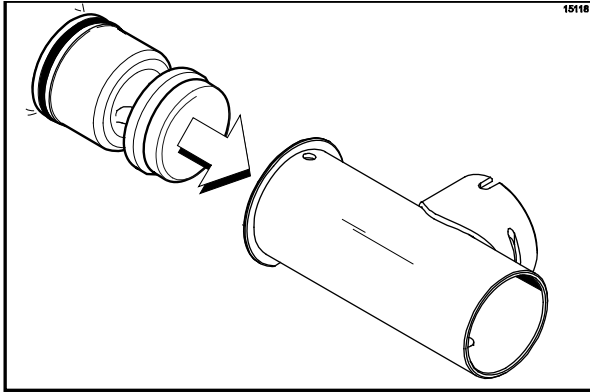

Figure 146
4. Insérer le piston sur l'extrémité à orifice de la goupille de retenue du cylindre de la pompe. (Cf. Figure 146).